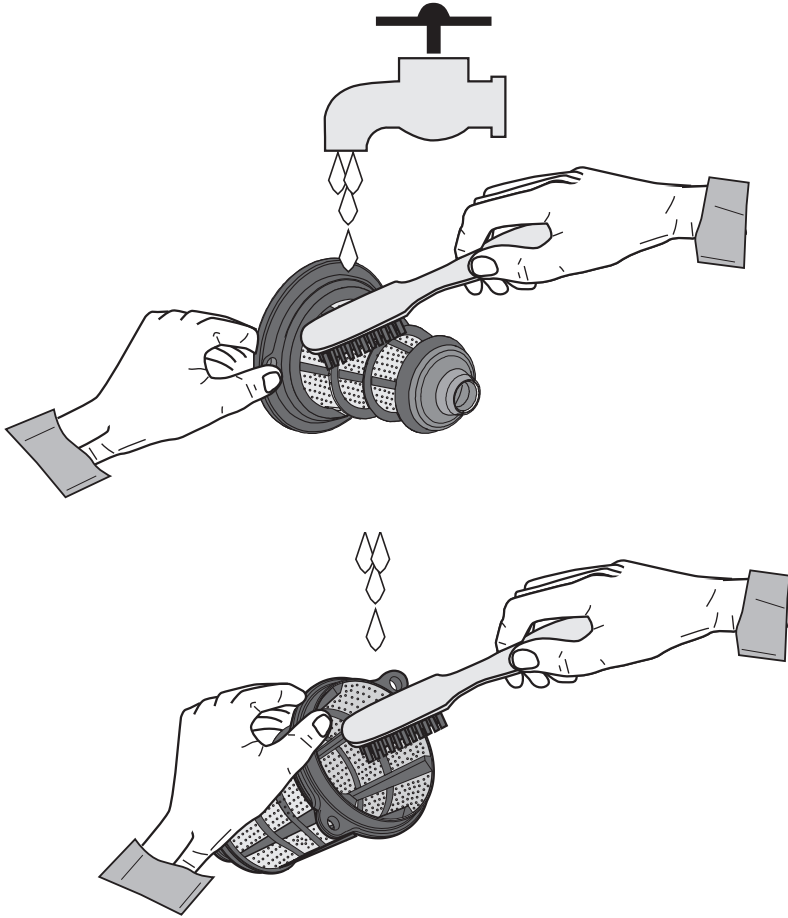

Abb. 5
- Eine Bürste (Abb. 5) zum Reinigen des Siebs, sowohl innen als auch außen, und der Schnecke benutzen.